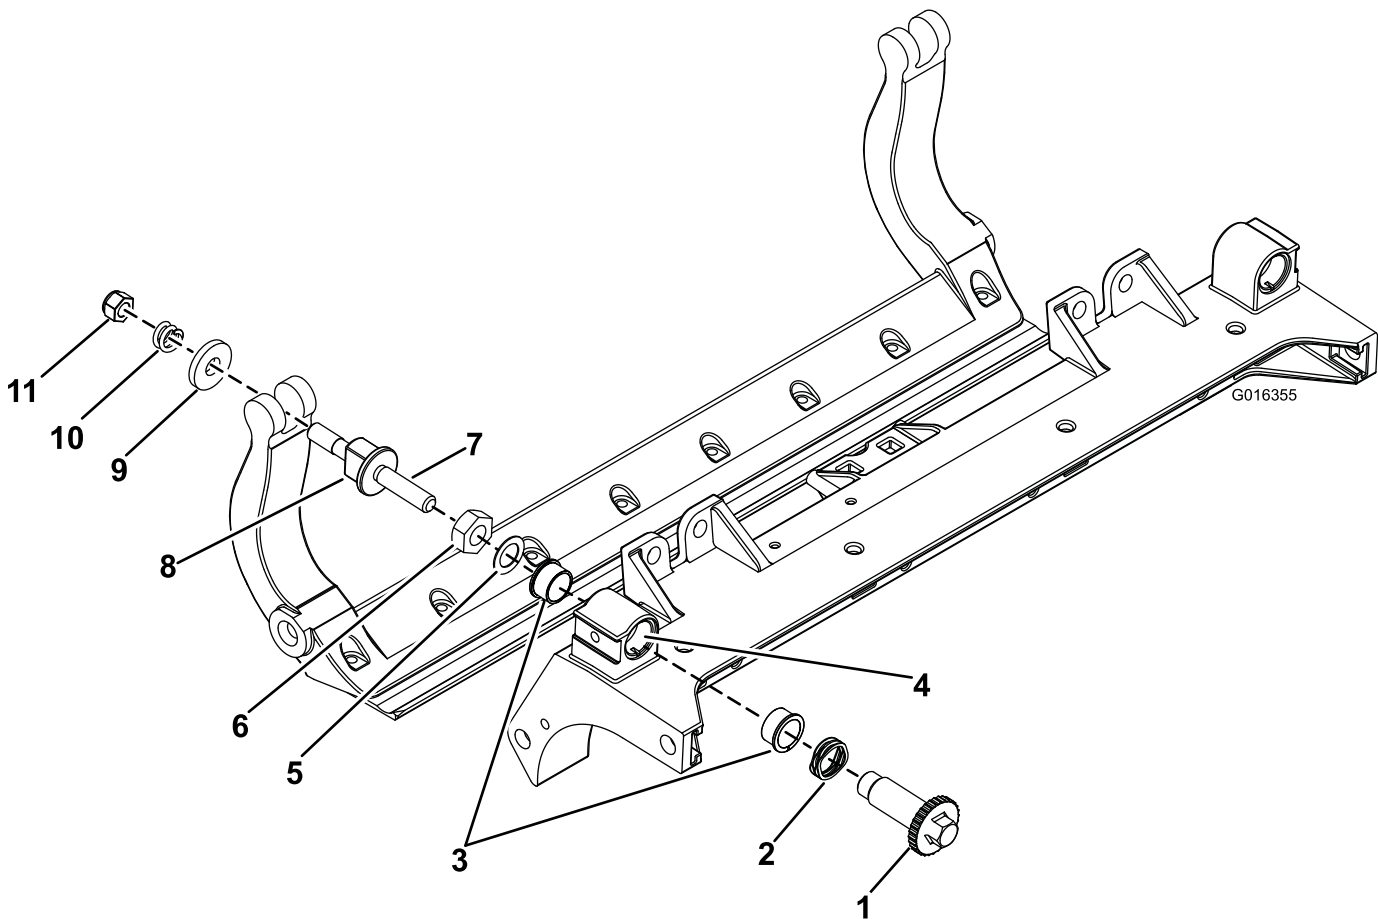

图33
1. 拆除所有零件；请参阅 HD DPA 套件（型号 120 - 7230）*安装说明*和图33。
2. 将防粘剂涂抹到滚刀组中心滚刀组框架（图33）的轴套区内侧。
3. 将凸缘轴套上的键与机架的槽对准，然后安装轴套（图33）。
4. 将一个波形垫圈安装到调节器轴上，然后将调节器轴滑入滚刀组机架中的凸缘轴套内（图33）。
5. 用扁平垫圈和锁紧螺母固定调节器轴（图33）。上紧锁紧螺母扭矩至 $20 \sim 27\text{N} \cdot \text{m}$ 。
- B. 在两个尼龙垫圈的外侧各放一个钢垫圈（图33）。